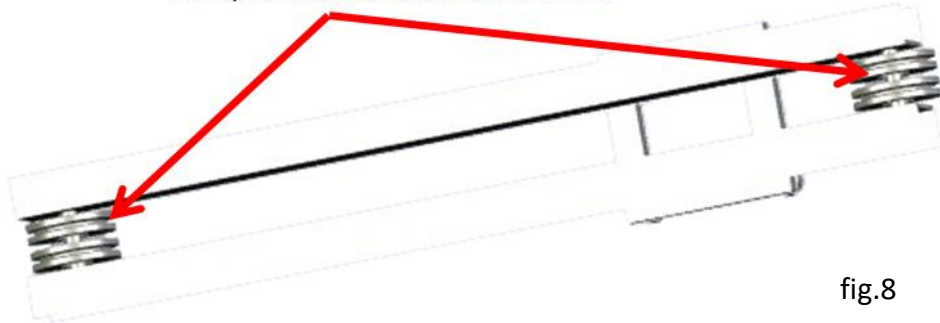
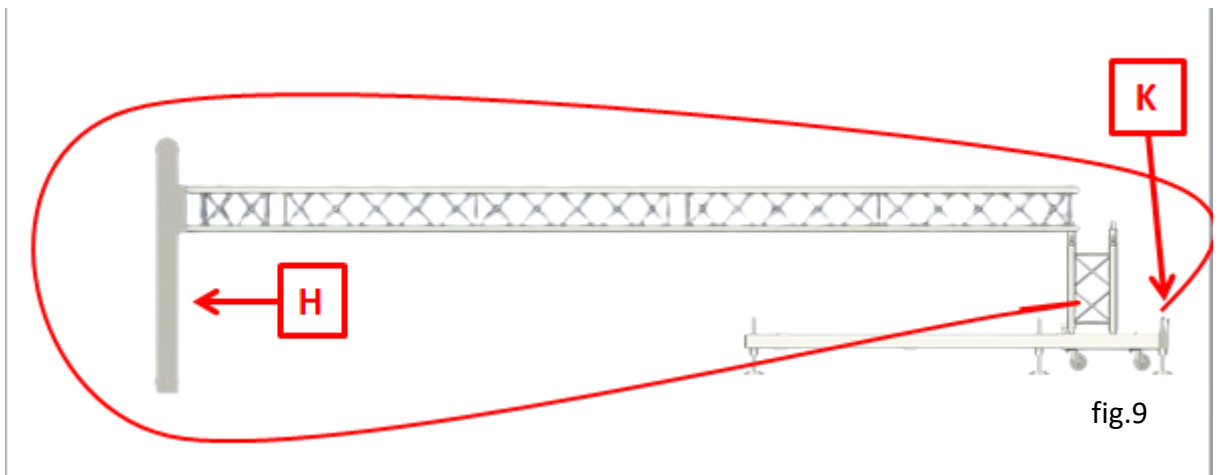

fig.8
fig.9
- a) Fixer le palan (non fourni) sur le Repère K, dérouler manuellement le câble manuellement, faire passer ce câble dans les 2 poulies au dessus de la tête (Rep.H), (fig.8), faire le tour de la tête (Rep.H) et faire revenir le câble jusqu'au support palan, (fig.9).
se reporter à la page n°13 , fig.8.